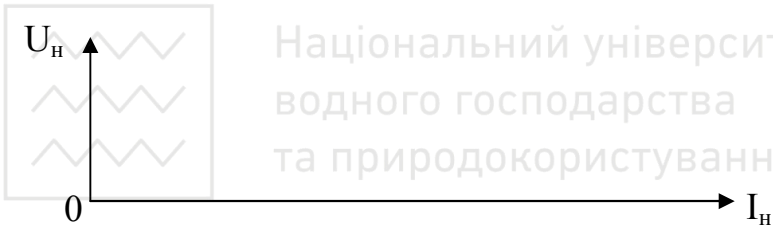

Рис. 15. Зовнішня характеристика мостового випростувача з фільтром  $U_H = f(I_H)$ .
19. За результатами вимірювань побудувати зовнішню характеристику мостового випростувача  $U_H = f(I_H)$  з фільтром у вигляді графіка (Рис.15).